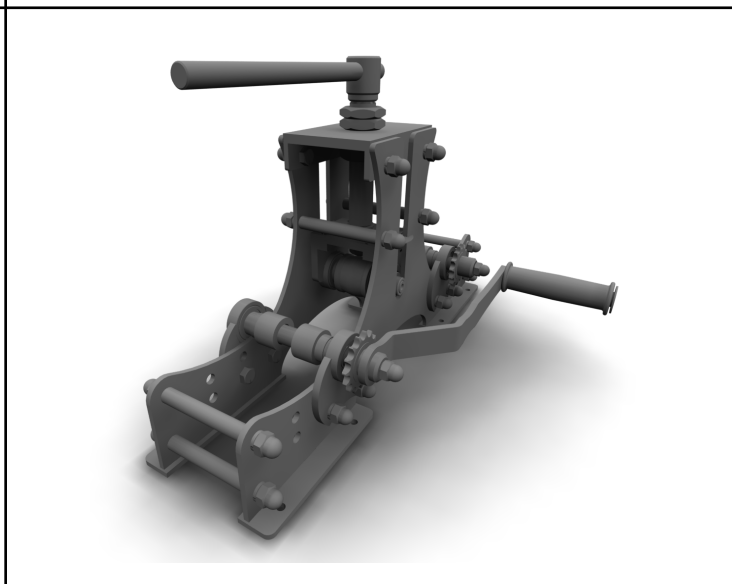

Рис. 4 Профилегйб "Удачный Премиум". Внешний вид
Трубогиб "Удачный-Премиум" позволяет изменять высоту установки валков и расстояние между ними. В случае работы с увеличенным расстоянием между валками, вам необходимо приобрести увеличенную цепь, которая не входит в состав стандартной комплектации. Для того, чтобы сменить положение валков, открутите гайки крепления фланцев (опоры) (14) на Рис. 4 на всех четырех опорах, достаньте винты. Выберите нужные отверстия, и закрепите фланцы. Если валки сняты, установить их на место.